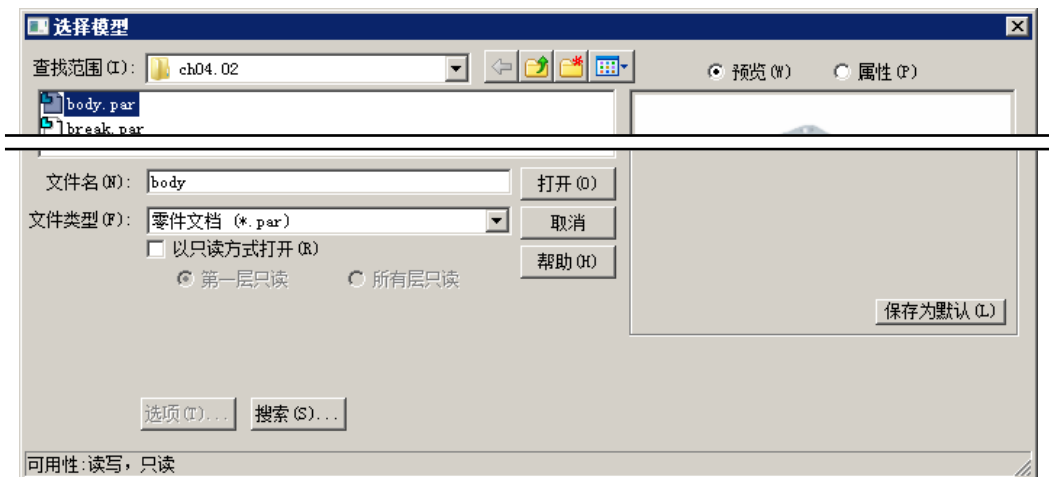

图 4.2.4 “选择模型”对话框
(3) 设置投影角。单击“应用程序按钮”按钮 ，在系统弹出“应用程序”菜单底部，单击  Solid Edge 选项 选项，此时系统弹出“Solid Edge 选项”对话框，然后单击  图纸标准 选项，在右侧 **投影角度** 区域选中 ☒ **第一角(F)** 复选框，然后单击 **确定** 按钮，完成投影角的设置。
Step3. 选择零件模型。单击 **图纸视图** 区域的“视图向导”按钮，系统弹出图 4.2.4 所示的“选择模型”对话框。在 **查找范围(I):** 下拉列表中选择目录 D:\sest4.12\work\ch04\ch04.02，然后选择“body.par”模型，单击 **打开(O)** 按钮。